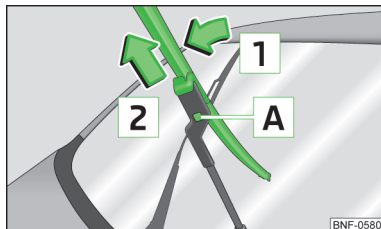

Fig. 122
- Løft viskerarmen væk fra bagruden, og vip viskerbladet lidt i retning mod viskerarmen, pil **1** » Fig. 122.